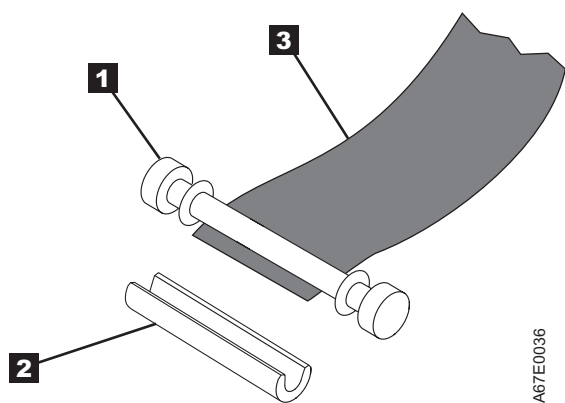

Рисунок 8-14. Снятие трубчатого зажима со штифта. Снятие трубчатого зажима со штифта.
5. На направляющем штифте (1 в рис. 8-14), найдите прорезь трубчатого зажима (2 в рис. 8-14). Трубчатый зажим - это маленькая деталь черного цвета, с помощью которой лента (3 в рис. 8-14) крепится к валику.